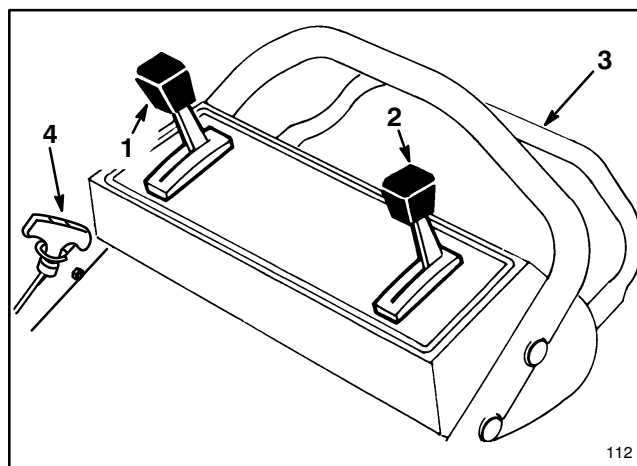

Figure 9
**COMMANDES**—La commande des gaz, le sélecteur de vitesse d'avance, la barre de commande d'autotraction et la poignée du lanceur se trouvent en haut du mancheron (Fig. 9).
6. **VITESSE AU SOL** (fig. 9) — Placer la commande de vitesse au sol sur le réglage désiré. Les chiffres "1", "2" et "3" correspondent respectivement à une marche lente, moyenne et rapide. La vitesse au sol varie en fonction de l'espace entre la barre de commande et le mancheron. Placer la barre de commande sur "N" pour tailler les bordures ou lorsque la tondeuse n'est pas utilisée.